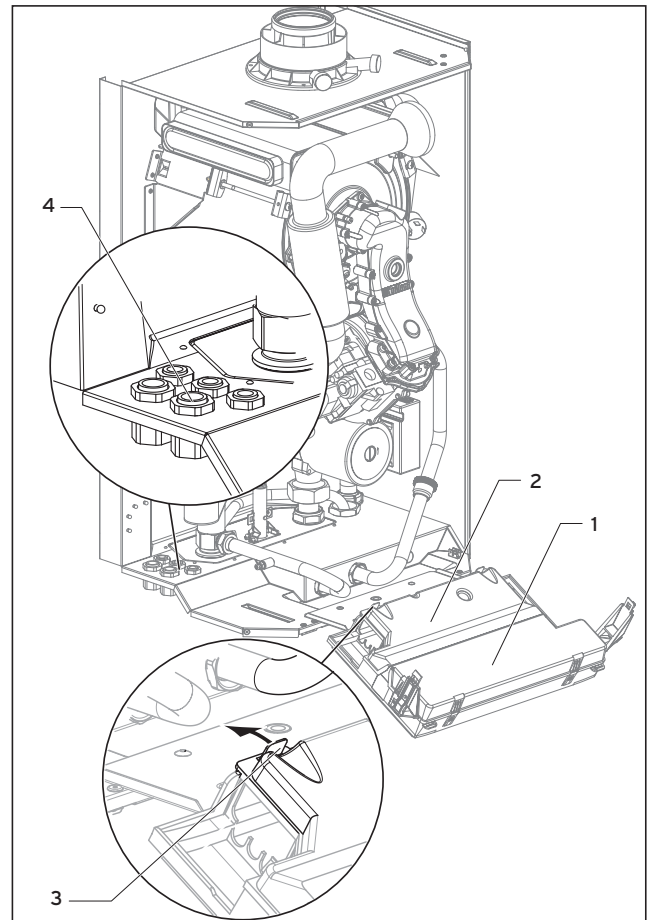
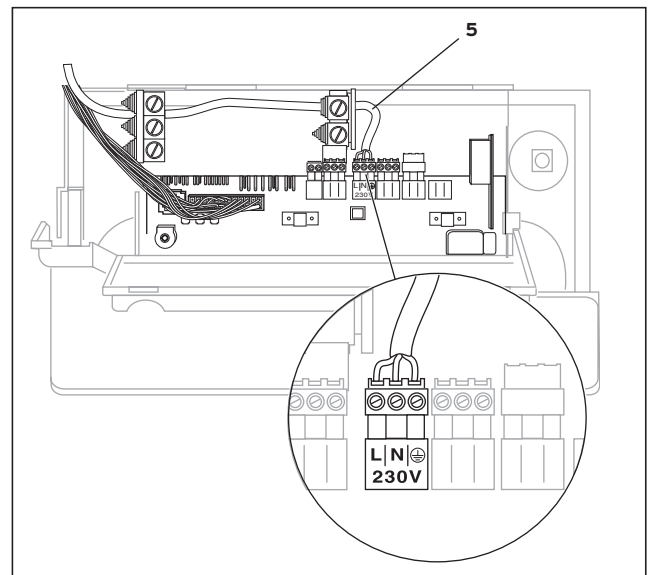

Рис. 4.9 Открывание задней крышки электронного блока
Рис. 4.10 Пример ввода кабеля
- Снимите переднюю панель облицовки аппарата и откиньте электронный блок (1) вперед.
- Освободите из фиксаторов заднюю крышку (2) электронного блока в местах (3) и снимите крышку вверх (см. рис. 4.9).
- Проложите присоединительные провода соответствующих подключаемых компонентов через устройства для ввода кабеля (4) слева на нижней стороне аппарата.
- Затем введите присоединительные провода (5) в электронный блок и обрежьте провода (см. рис. 4.10).
- Удалите оболочку присоединительного провода ок. 2-3 см и удалите изоляцию с концов проводов (см. рис. 4.10).
- Освободите заднюю крышку электронного блока (1) из фиксаторов (2) и снимите крышку вверх (см. рис. 4.10).
- Проведите присоединительные провода соответствующих подключаемых компонентов через устройства для ввода кабеля (4) слева на нижней стороне аппарата (см. рис. 4.10).
- Удалите оболочку с присоединительного кабеля на длину ок. 2-3 см и удалите с концов проводов изоляцию (см. рис. 4.10).